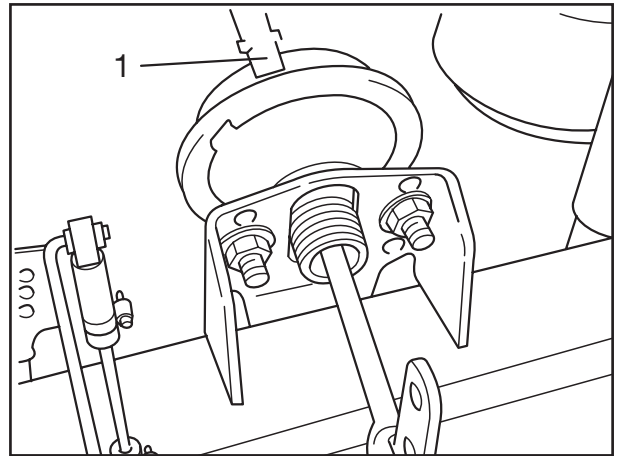

Fig. 24
[36] Druckluftschlauch (Fig. 24/1) mit dem Bremszylinder verschrauben.
- [36] Re-connect the compressed air hose (Fig. 24/1) onto the brake cylinder.
[36] Visser le tuyau d'air comprimé (fig. 24/1) avec le vase de frein.